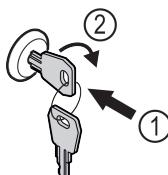

Fig. 171
- Пъхнете ключа. Fig. 171 (1)
- Завъртете го на 90° по посока на часовниковата стрелка. Fig. 171 (2)